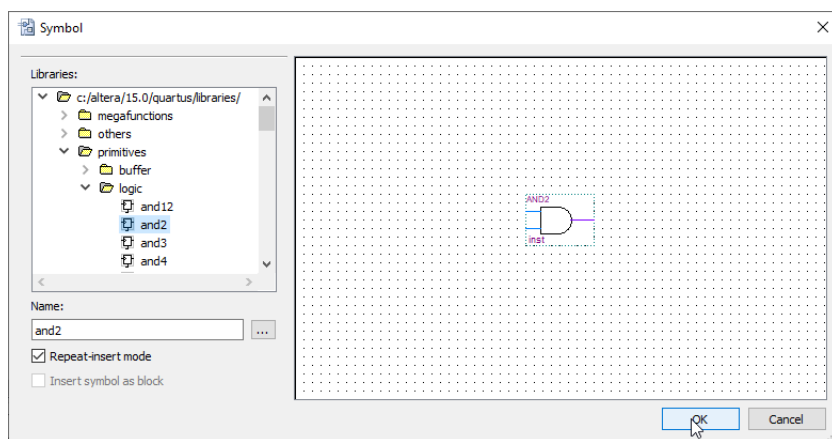

Figura 19: Prévia do símbolo escolhido para esquemático
3. Na pasta **logic**. Seleccionar a primitiva **and2**. Uma réplica do símbolo aparece na caixa de diálogo (Figura 19). Clique em **Ok**